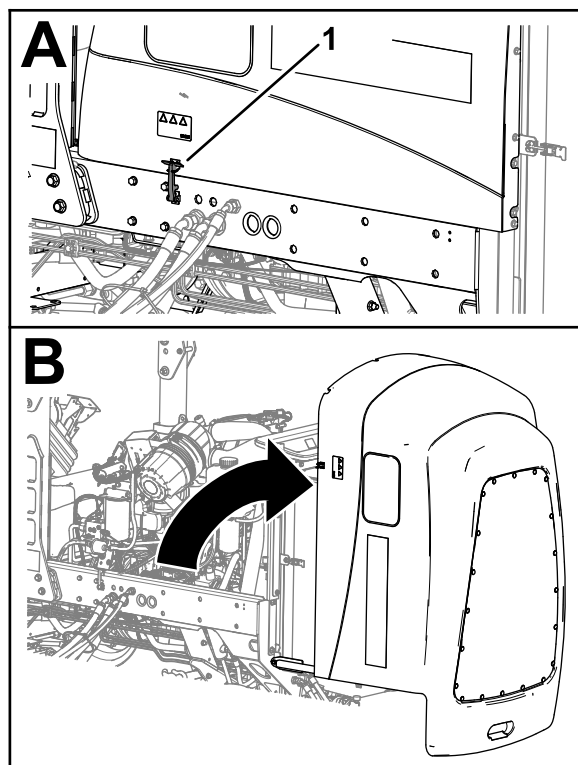

Figura 96
1. Desenganche los 2 cierres del capó (Figura 96).